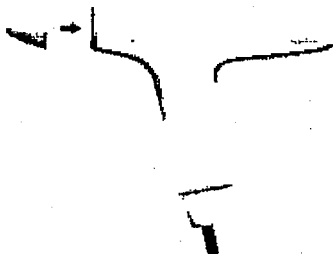

Figura 3-5. Conexión de una punta al aplicador Viva
2. Alinee la punta con el aplicador, como se muestra en la Figura 3-5.